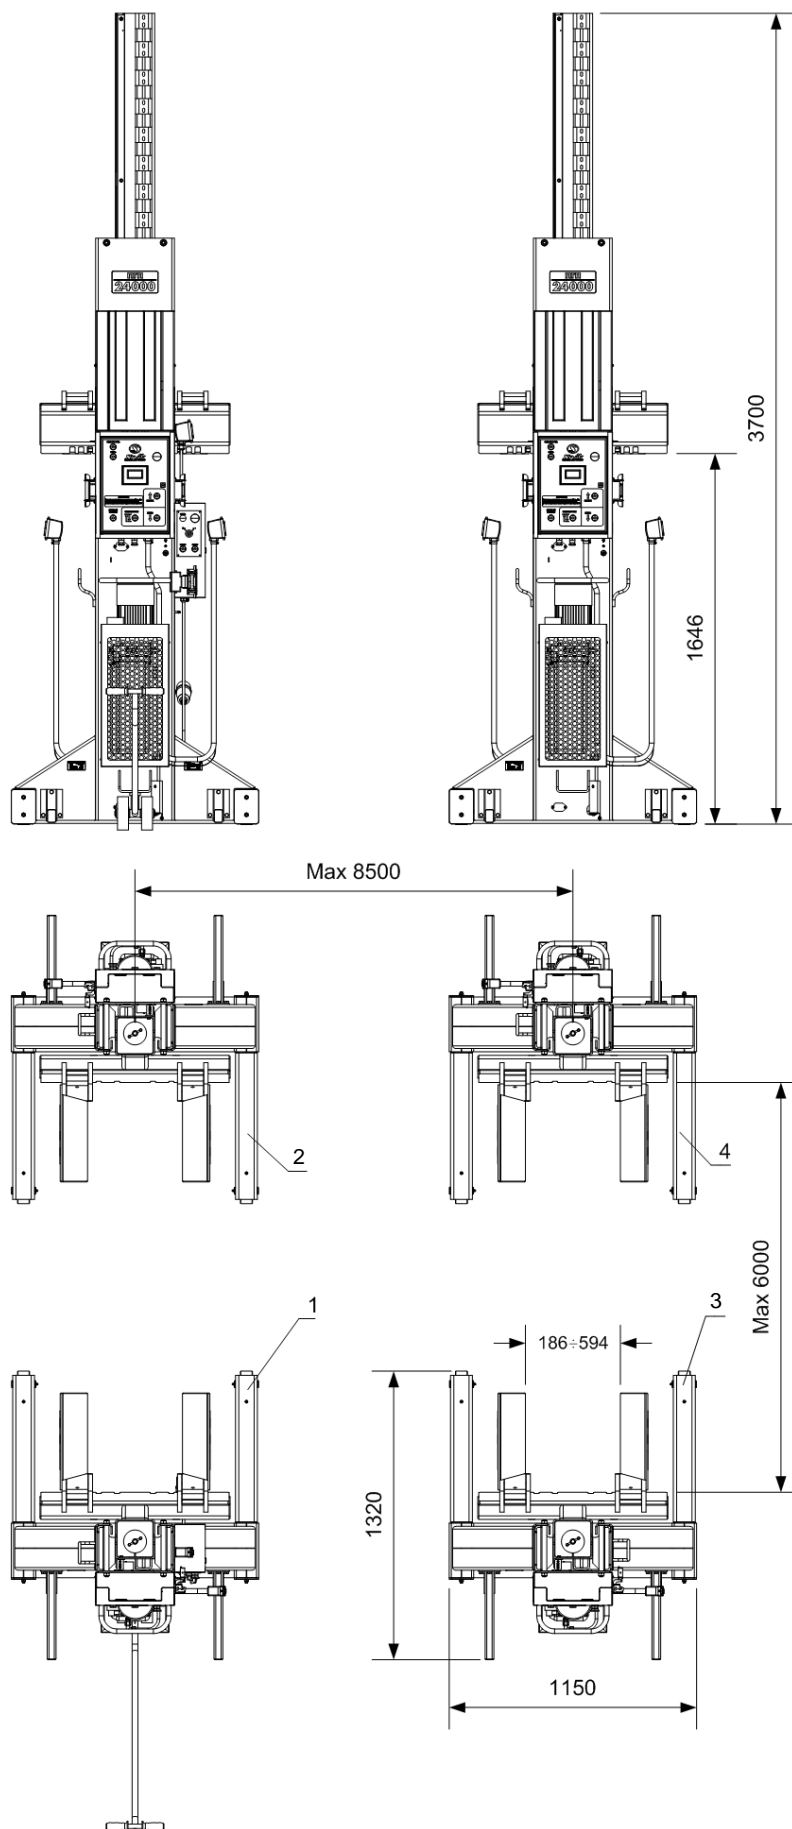
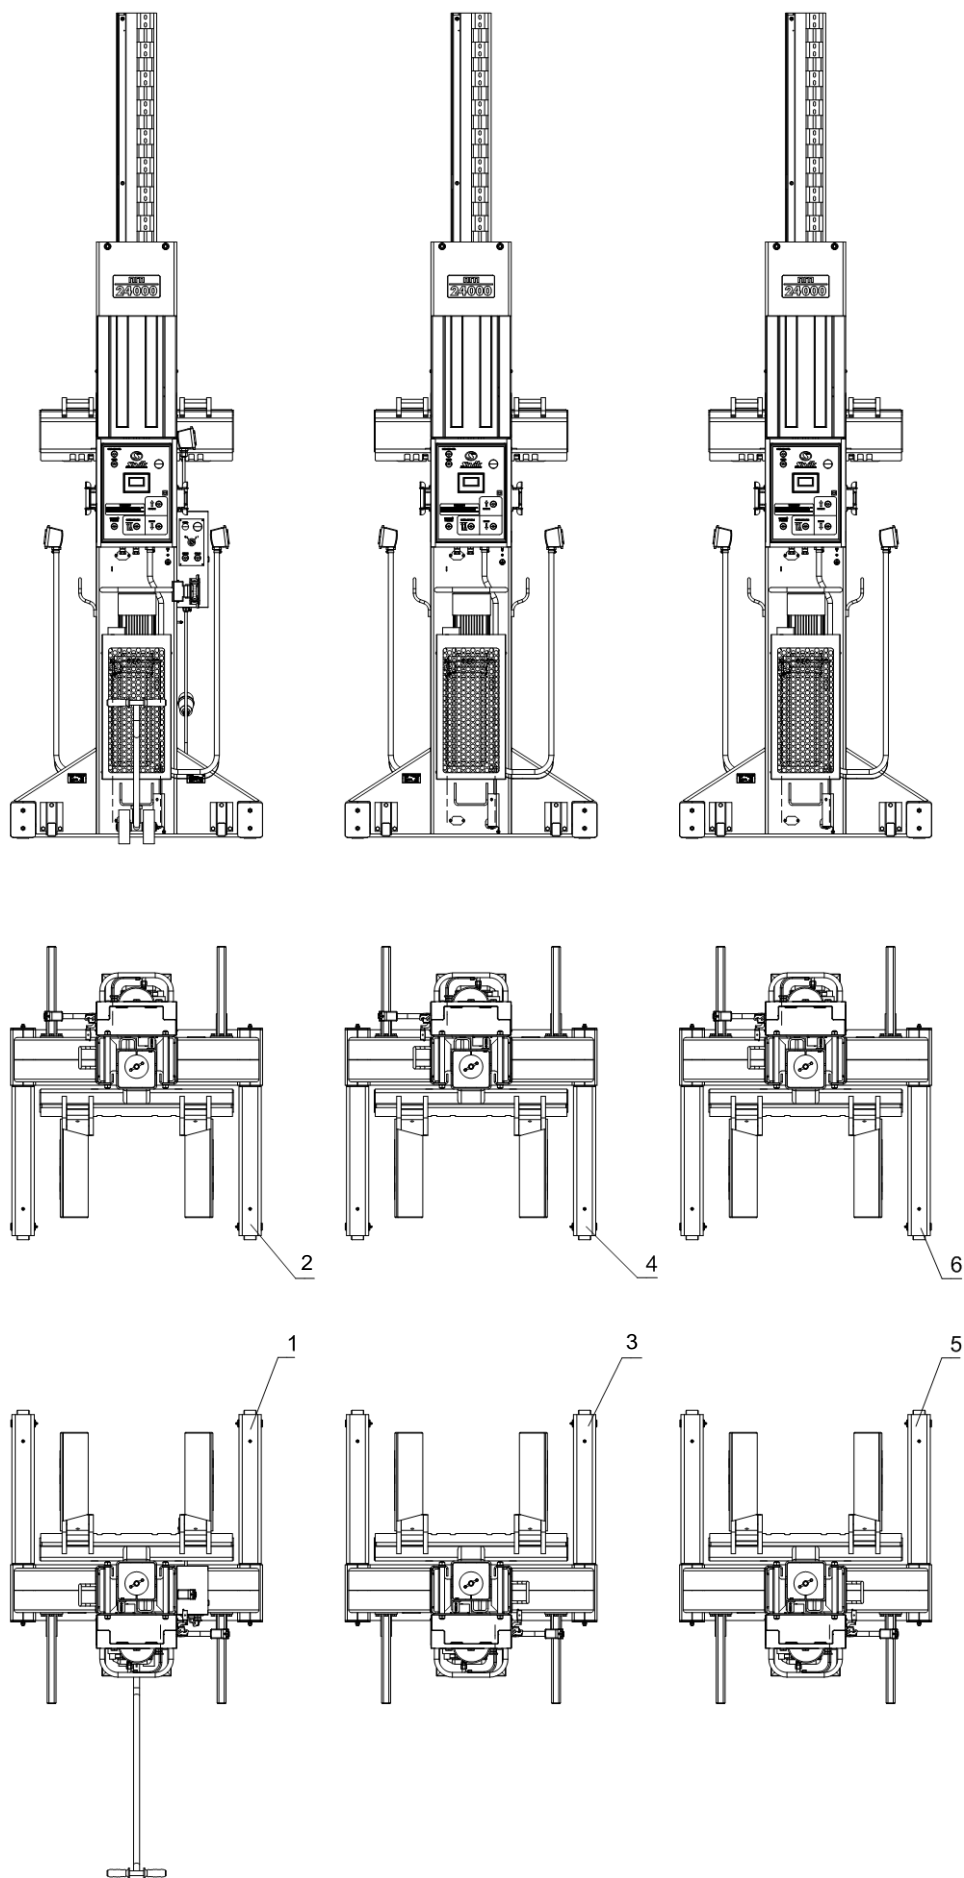

Рисунок 1. Общий вид подъемника ПГП-24000/4
Рисунок 2. Общий вид подъемника ПГП-36000/6
4.1 Подъемник состоит из: модель ПГП-24000/4 (рисунок 1) – четырех стоек – главной №1 и второстепенных №№ 2, 3, 4; модель ПГП-36000/6 (рисунок 2) – шести стоек - главной №1 и второстепенных №№ 2, 3, 4, 5, 6. Подъемник модели ПГП-24000/4 возможно переоборудовать в подъемник модели ПГП-36000/6 при дополнительном приобретении стоек (от модели ПГП-36000/6) №5 и №6